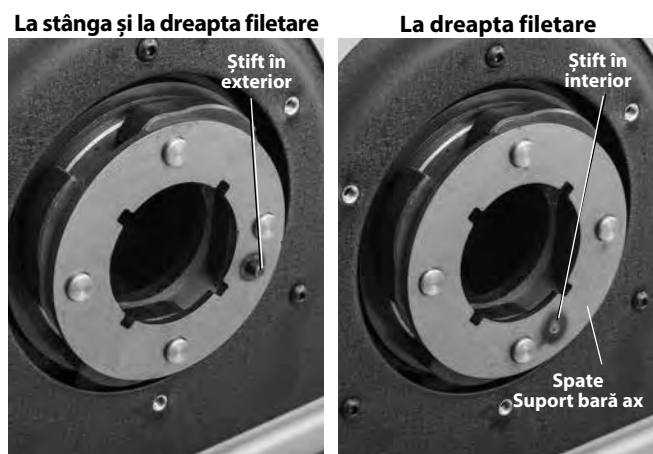

Figura 25B – Suport spate bară ax - poziționare știft
- c. Scoateți clemele E și suportul tije pivotului spate (Figura 25B).
- d. Poziționați suportul tije spate astfel încât știftul să fie orientat spre exterior și montați la loc (Figura 25B).
- g. Pentru a converti înapoi la filetare numai pe dreapta, inversați suportul tije pivotului spate, astfel încât știftul să fie orientat spre interior și îl montați la loc (Figura 25B).